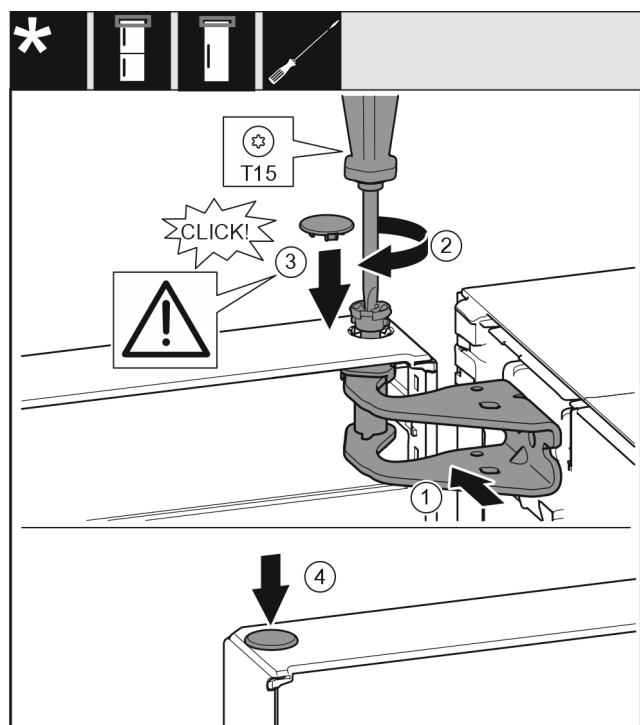

Fig. 27
- ▶ Tür oben zur Öffnung im Lagerbock Fig. 27 (1) ausrichten.
- ▶ Bolzen Fig. 27 (2) einsetzen und mit Schraubendreher festschrauben.
- ▶ Abdeckung Fig. 27 (3) einsetzen.
- ▶ Kontrollieren, dass die Abdeckung Fig. 27 (3) auf der Tür aufliegt.
- ▶ Abdeckung Fig. 27 (4) einsetzen.